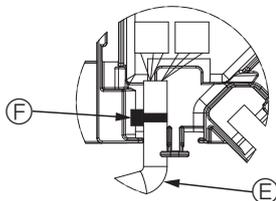

Fig. 6-11
- Den Kabelbinder zur Sicherung des Klappenmotorkabels wie in der Abbildung dargestellt am Anschlusskasten anbringen. (Fig. 6-11)